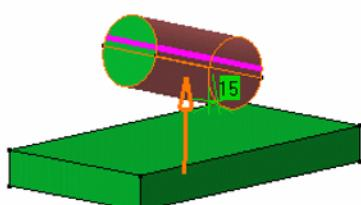

Fig.35. Selectarea liniilor de oglindire
- Se selecteaza cilindrul (fig.35), CATIA V5 detecteaza doua linii de oglindire (afisate cu roz), acestea fiind folosite pentru a sustine fetele inclinate.